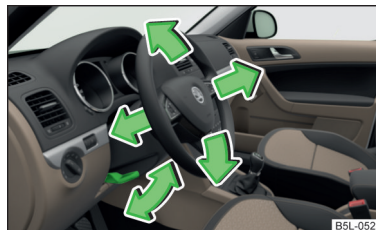

Fig. 104
- Rabatați în jos maneta de sub volan » fig. 104.